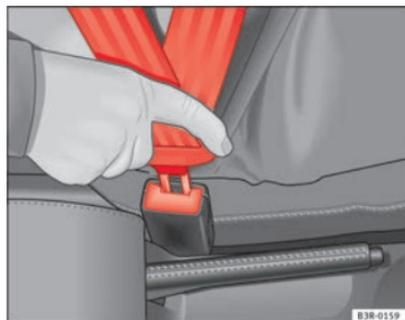

Fig. 11 Fecho e lingueta do cinto de segurança
- Insira a lingueta no fecho do banco correspondente, até se ouvir encaixar ⇒ Fig. 11.